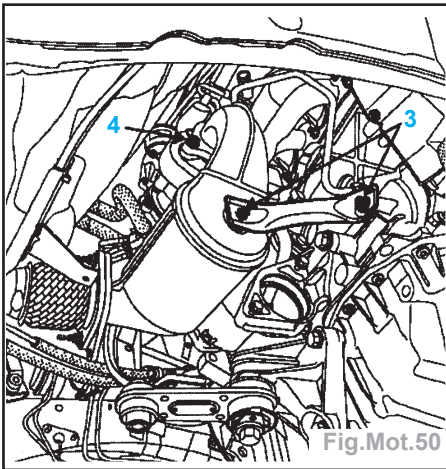

Fig.Mot.50
- l'électrovanne (2) du système d'arrêt moteur.
- la béquille de fixation (3)
- les écrous (4) de fixation du catalyseur sur le turbocompresseur et écarter la ligne d'échappement (Fig.Mot.50).